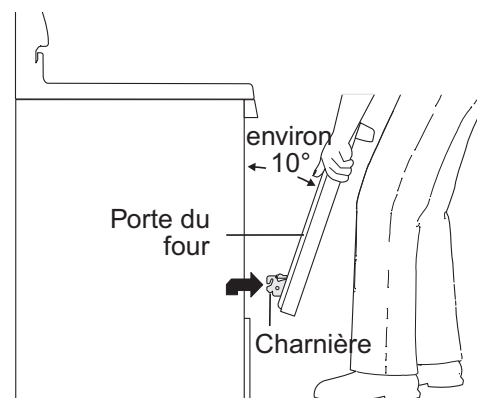

Figure 80 : Position d'arrêt pour gril pour la dépose de la porte
4. Fermez la porte jusqu'à la position d'arrêt pour la cuisson au gril (figure 80). La porte du four s'arrêtera à cette position juste avant qu'elle ne soit fermée complètement.
5. La porte étant en position pour la cuisson au gril (figure 80), soulevez et tirez prudemment la porte du four, puis retirez-la du cadre. Pour ne pas endommager le fini du four, assurez-vous que les charnières de la porte ne viennent pas en contact avec le cadre avant du four.